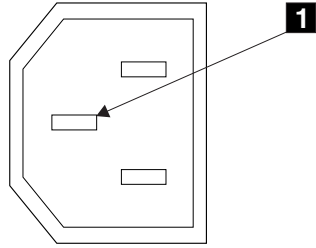

Figura 2. Pino Terra
6. Verifique a continuidade entre a estrutura do SAN Volume Controller 2145-8F2 e o pino terra de cada conector de energia principal. O pino terra é mostrado como **1** na Figura 2.